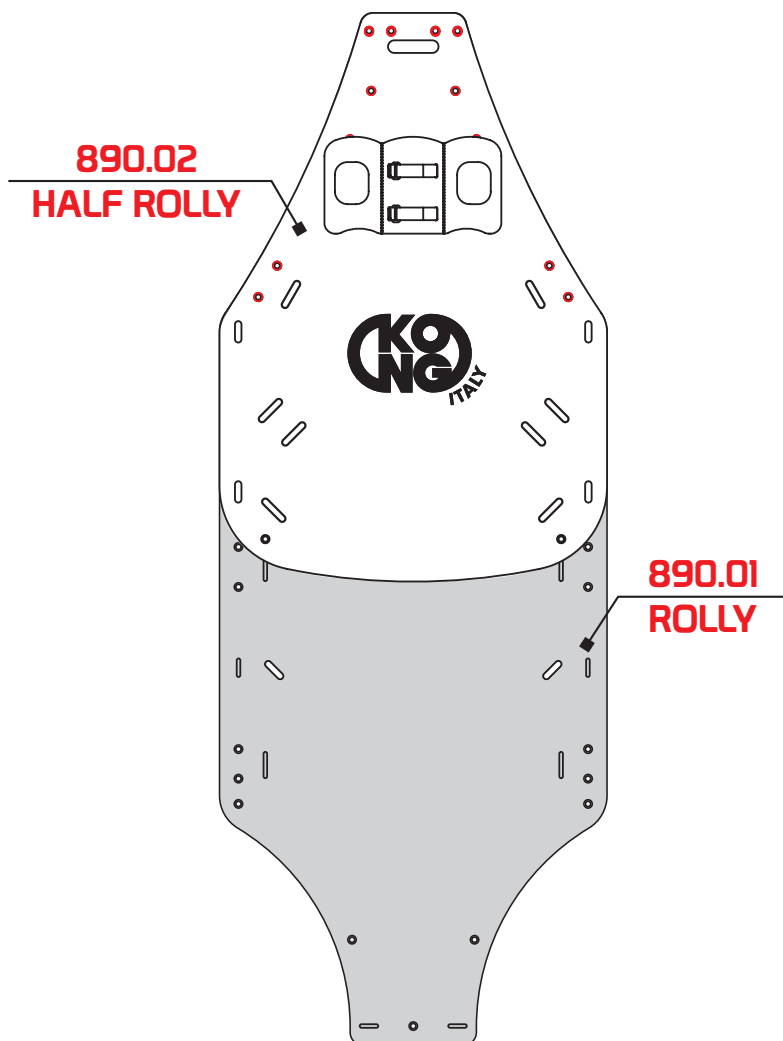
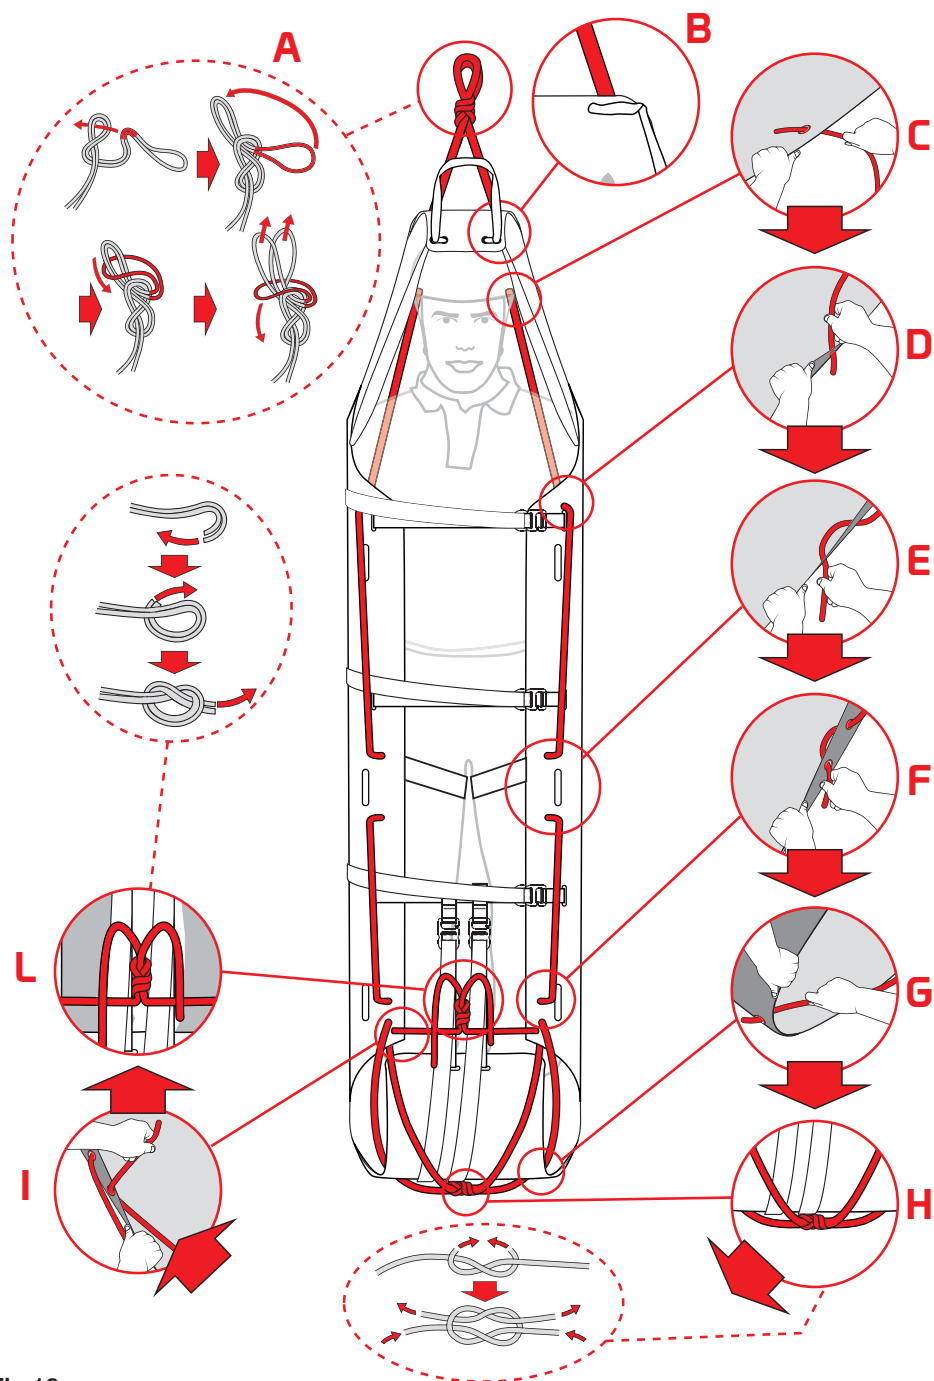

Fig.18
Fig.19
- superponga la camilla de rescate **“HALF ROLLY”** con el paciente inmovilizado, compruebe la alineación de los agujeros (fig. 18) e introduzca la cuerda (M) – fig. 19.